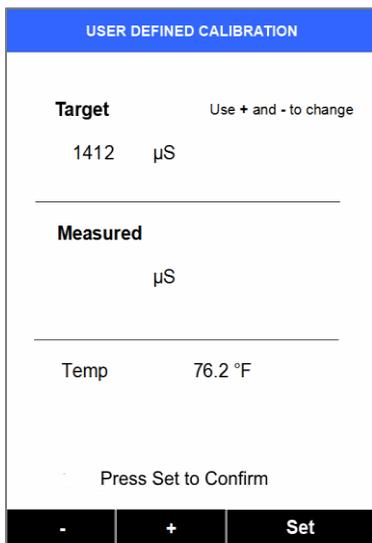

图 24
- 5) 用 < 或 > 键转换到 User Defined calibration 模式, 如图24。